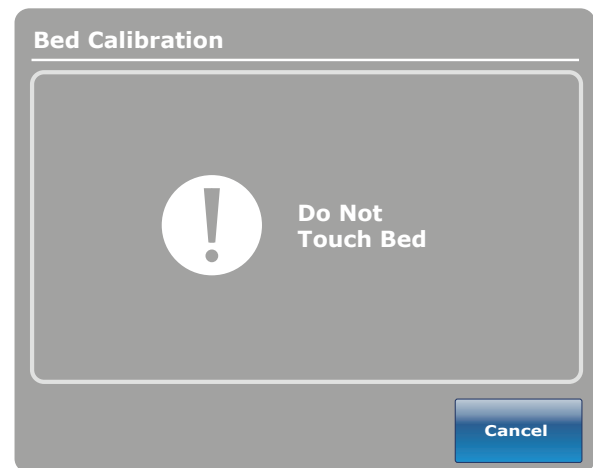

Figure 18 : Écran «Ne pas toucher au lit»
19. L'écran «Ne pas toucher au lit» s'affiche tel qu'illustré à la Figure 18.